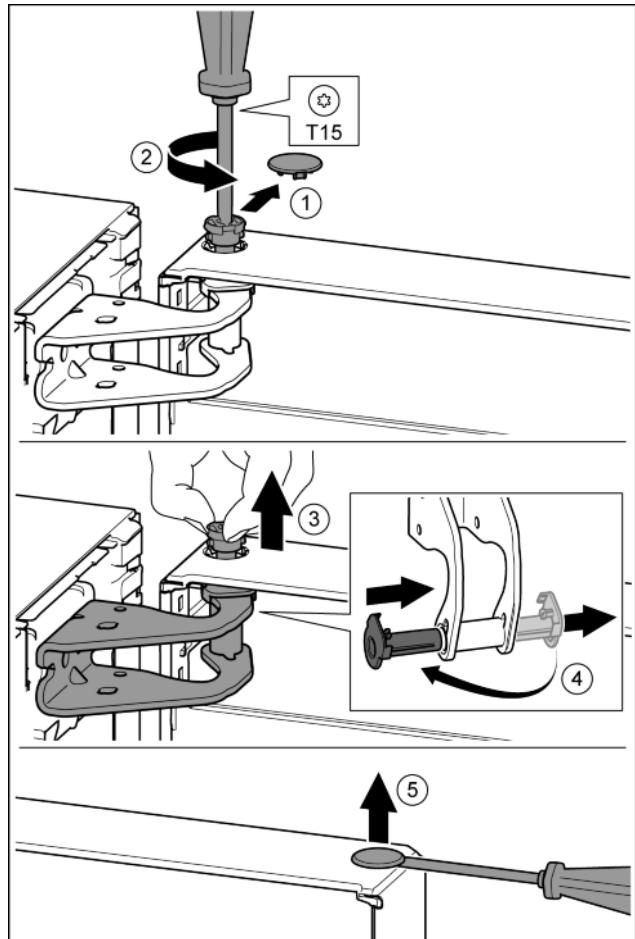

Fig. 10
- Desprindeți cu precauție capacul de siguranță. Fig. 10 (1)
- Extrageți puțin bolțul prin rotire cu șurubelnită T15. Fig. 10 (2)
- Tineți ferm ușa și extrageți bolțul cu degetele. Fig. 10 (3)
- Extrageți cuzinetul din ghidaj. Introduceți din partea opusă și fixați în poziție. Fig. 10 (4)
- Ridicați cu precauție dopul din cuzinetul ușii cu o șurubelnită plată și extrageți-l. Fig. 10 (5)